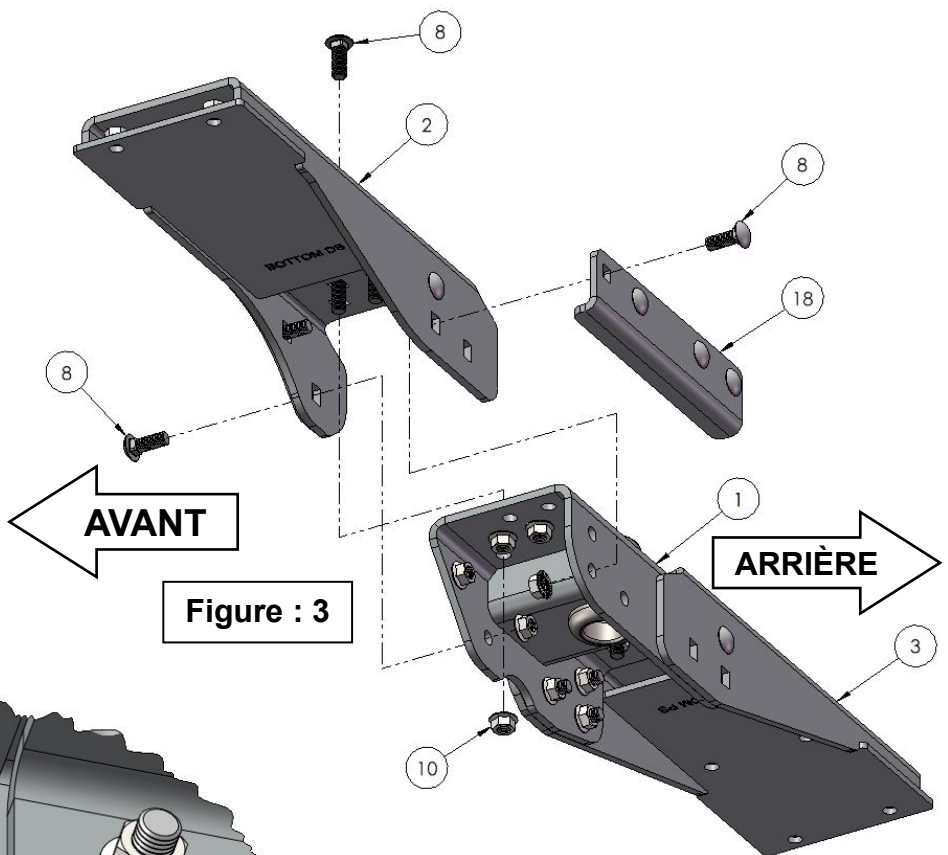

Figure : 3
14. Installez les onze autres boulons de carrosserie GR8 5/8-11 X 1,75" (n°8) depuis l'extérieur des soudures de la traverse DS/PS (n°2 et n°3) avec onze écrous de blocage dentelés GR8 5/8-11 (n°10) installés depuis l'intérieur. Le support inférieur arrière (n° 18) doit être installé à l'arrière de l'attelage, comme indiqué sur la figure 3. Serrez tous les vis à l'aide d'une douille et d'une clé à cliquet sans serrer.